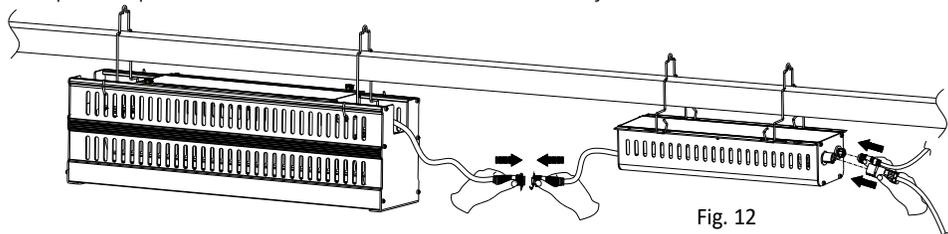
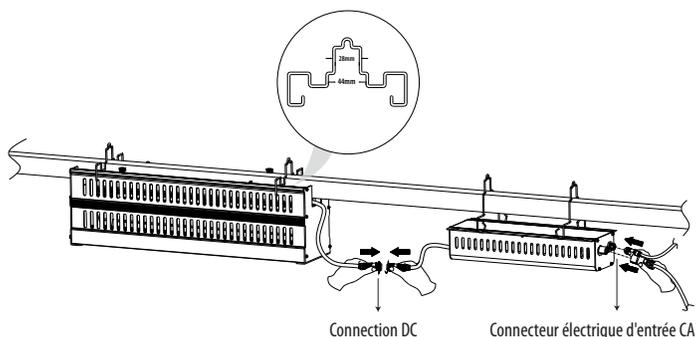

Fig. 12
Fig. 13
Montage avec la suspension pour luminaire A ( pièce E ) voir figure 12, ou avec la suspension pour luminaire B ( pièce F ) voir figure 13. La suspension B ( pièce F ) permet de faire passer la poutrelle à travers le corps de l'appareil de cette manière.
Comme le montre la figure 12, branchez les câbles DC de l'appareil d'éclairage aux connecteurs DC du driver. Visser le bouchon orange jusqu'à ce qu'il soit bien serré. Assurez-vous que chaque câble est branché sur son connecteur adjacent.
**Étape 4. Brancher le luminaire au secteur, voir Fig. 13.**